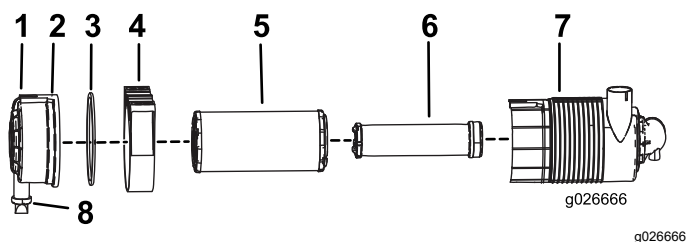

Рисунок 25
3. Освободите защелки воздухоочистителя и вытяните корпус воздухоочистителя из его основания (Рисунок 25).
1. Осторожно извлеките фильтр грубой очистки из корпуса воздухоочистителя (Рисунок 25).